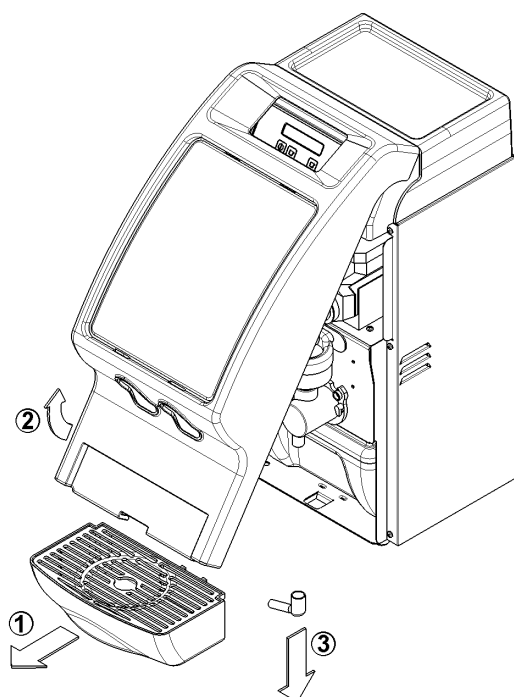

figura 1
- 2 Retire el cajón recogegotas (1), las bocas de suministro del producto (2) y, a continuación, la tapa delantera del
dispensador (3) (ver figura 1).